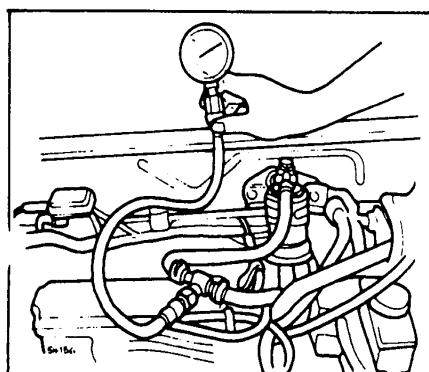

Рис. 9 Проверка давления топлива на холостом ходу
- Выключите зажигание, установите тройник между топливным фильтром, манометром и топливораздаточной шиной (рис. 9).